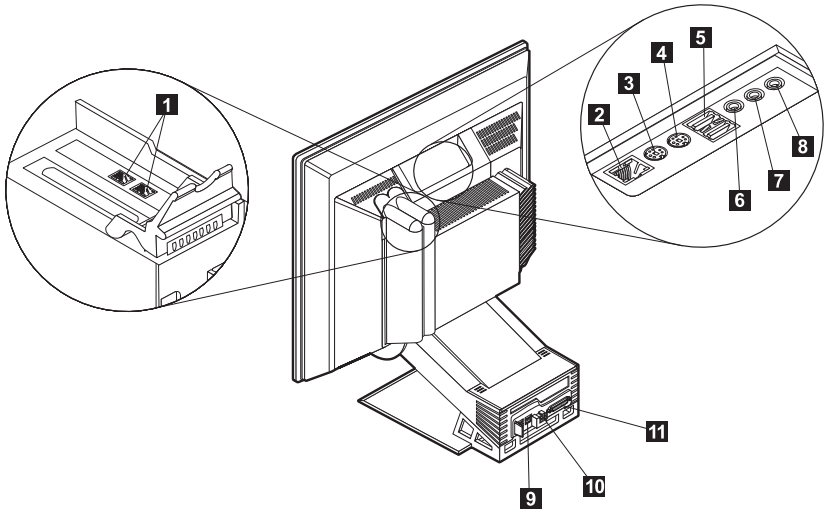

Figura 1. Conectores
- Conecte el cable del adaptador de alimentación al sistema **10** (consulte la Figura 1) y a los otros dispositivos antes de enchufarlos en una toma de alimentación eléctrica.
Hay seis conectores USB en el sistema (consulte la Figura 1): cuatro en la parte posterior **9** y dos en el parte superior **5** del monitor.